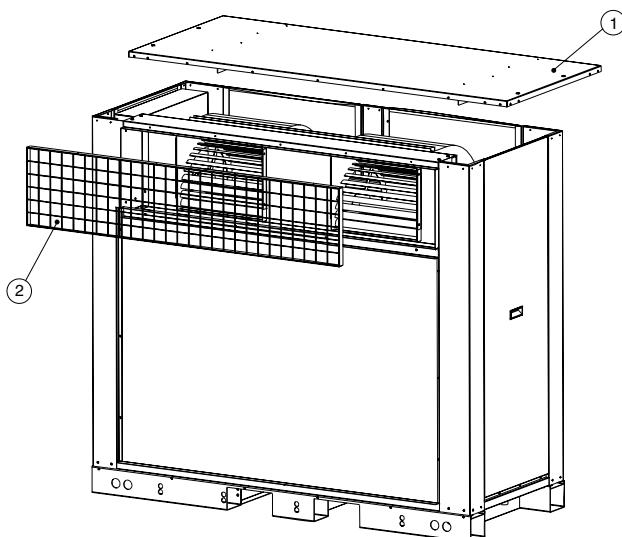

Fig. 1
- 1.- Demonter og kast øvre panel (1) og risten (2)(fig. 1).